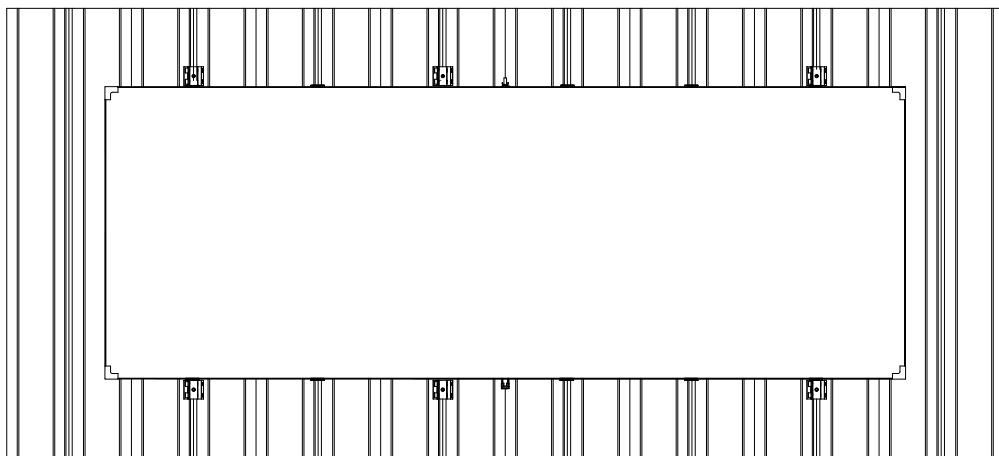

図 6
- すべての高さ調整ストリップとクランプの取り付けが完了したら、製品をクランプベースのそばに設置し、左右に位置を調整して、ジャンクションボックスと金属屋根の山部分が干渉しないようにします（図 6）。高さ調整ストリップにシリコンを塗布する取り付け方法を採用する場合は、固定後に接着部分の製品表面を軽く押し、製品の裏面が高さ調整ストリップにしっかりと接着されていることを確認してください。